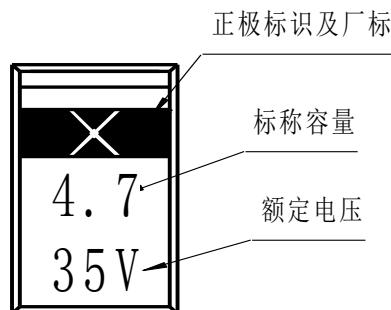

图2
(1) 商标及正极标识
(2) 标称电容量
(3) 额定工作电压
5.2 标志说明：见图 2 (举例)。